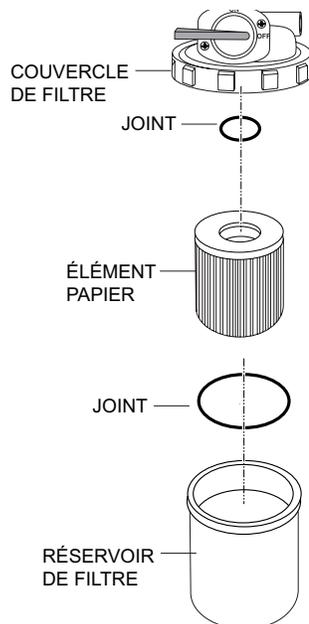

Figure 30. Démontage du filtre à carburant
3. Dévissez le bol du filtre (Figure 30) de la tête du filtre à carburant.
1. Dévissez le bol du filtre de la tête du filtre à carburant (Figure 30).